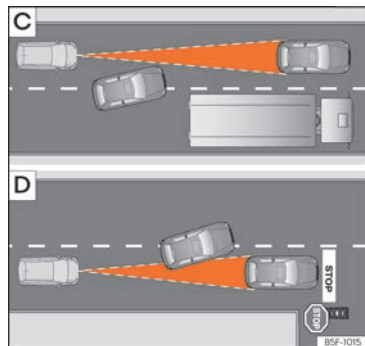

Abb. 120 C) Fahrspurwechsel eines anderen Fahrzeugs. D) Abbiegendes und weiteres stehendes Fahrzeug.
- Fahrzeuge, die in geringem Abstand auf die eigene Fahrspur wechseln »» (Abb. 120) [C].
ACC reagiert nicht auf stehende Fahrzeuge. Wenn z. B. ein von der ACC erfasstes Fahrzeug abbiegt oder ausschert und sich vor diesem Fahrzeug ein stehendes Fahrzeug befindet, reagiert ACC nicht auf das stehende Fahrzeug »» (Abb. 120) [D].